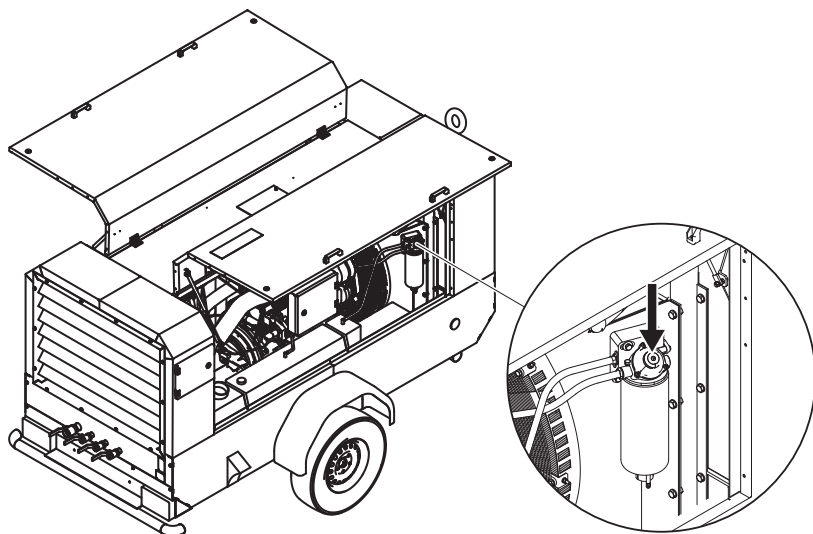

Рис. 4.3.2
6. Вручную прокачайте топливо – нажав ладонью руки (10-20 раз) на кнопку на фильтре топливном предварительном Рис.4.3.2. Эту процедуру также необходимо производить, когда компрессор длительное время находился без работы.